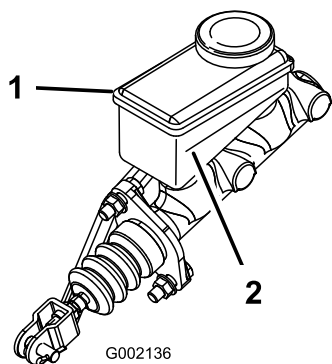

Figura 62
5. Osservate la linea del livello del fluido sul lato del serbatoio (Figura 62).
- B. Aggiungete il fluido dei freni DOT 3 al serbatoio, in modo che il livello del fluido sia superiore alla linea del minimo (Figura 62).